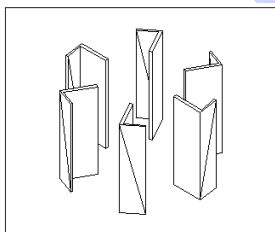

图 18-6
(7) 并集处理。单击  按钮或者在命令行直接输入 union，合并上述所有的实体，结果如图 18-6 所示。